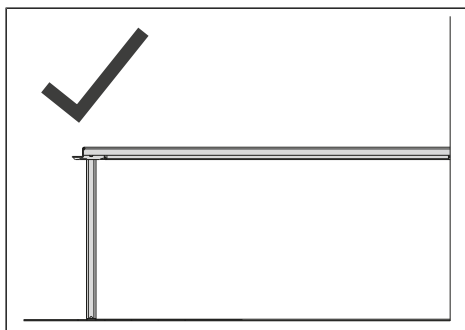

Fig. 6-22: Pied d'appui positionné correctement
- ▶ Bloquer le pied d'appui correctement sur le sol. Pour cela, veiller au positionnement correct du pied d'appui (voir "Fig. 6-22: Pied d'appui positionné correctement", p. 70).